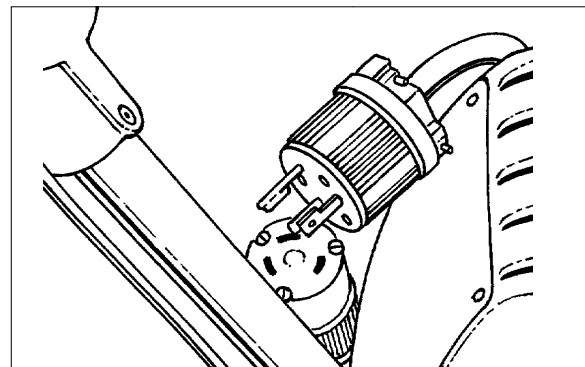

Figura 7
5. Desconecte del cable flexible de la manija el cable flexible de conexión del motor. (Consulte la Figura 7) si cuenta con con este accesorio.